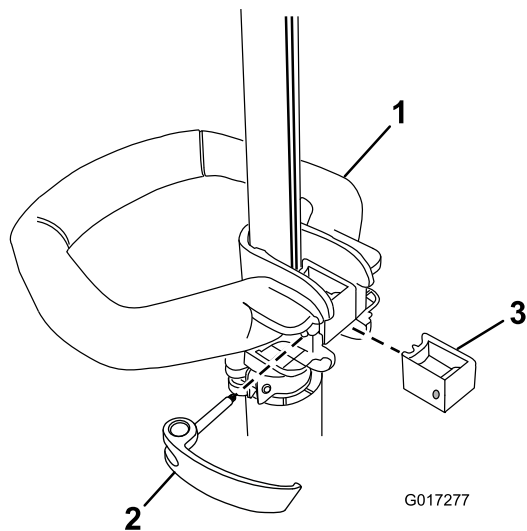

Figure 4
1. Placez la poignée auxiliaire sur l'arbre de la débroussailluse, la surface lisse tournée vers l'utilisateur (Figure 4).
2. Glissez le renfort dans la poignée auxiliaire jusqu'à ce qu'il soit engagé dans la rainure de l'arbre (Figure 4).
3. Glissez le verrou par la gauche dans la poignée et le renfort comme illustré, puis serrez la vis du verrou à l'aide d'un tournevis à pointe cruciforme (Figure 4).